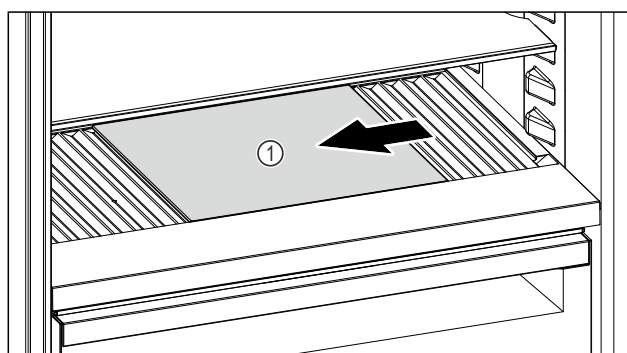

Fig. 252
- Glassplaten Fig. 252 (1) kan forskyves til venstre, i midten eller til høyre.